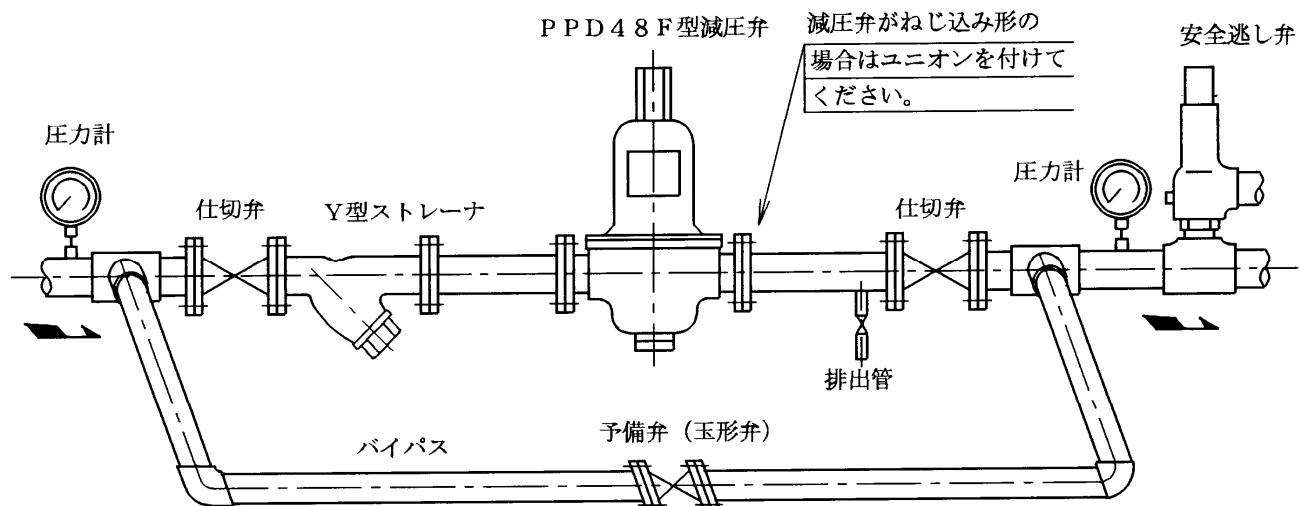

図2 配管例図
- 2.4 図2の配管例図に示すように必ずY型ストレーナ、安全逃し弁、予備弁(玉形弁)、前後弁(仕切弁)及び排出管を備え、更に圧力計を取り付けるよう御計画ください。